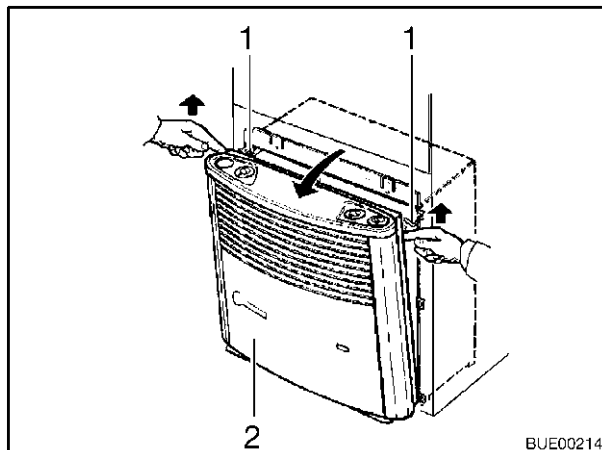

Fig. 78 Rimozione della copertura del riscaldamento
- Rimuovere la copertura del riscaldamento (Fig. 78,2). Tirare verso l'alto, in avanti la copertura, spingere verso l'alto le molle di sostegno (Fig. 78,1) e ribaltare la copertura in avanti.